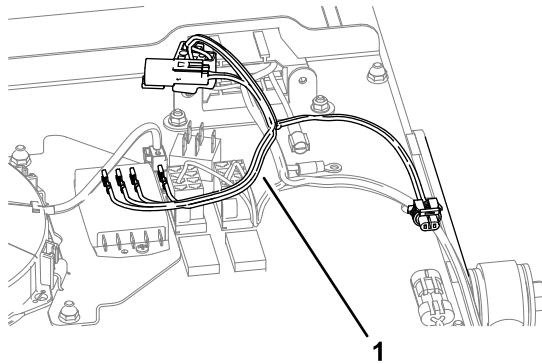

Figura 7
1. Allineate il cablaggio preassemblato del kit con il pannello dell'interruttore come nella Figura 7.